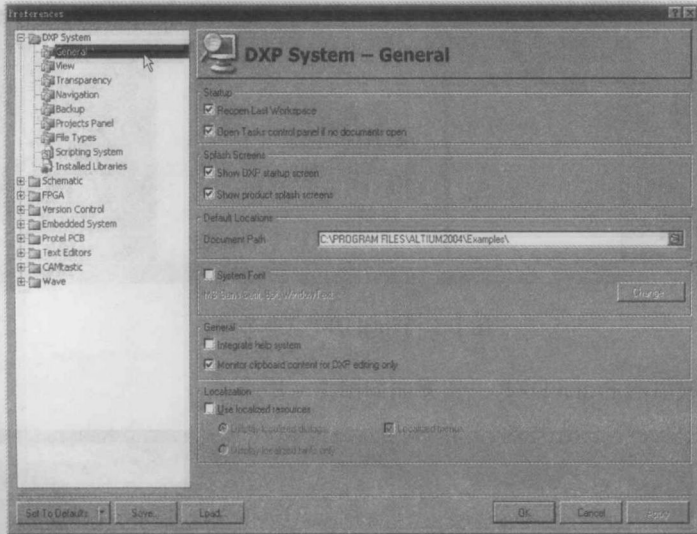

图 1-5 “Preferences”对话框
1) 启动 Protel DXP 后，选择单击“DXP”→“Preferences”命令，弹出“Preferences”对话框，如图 1-5 所示。